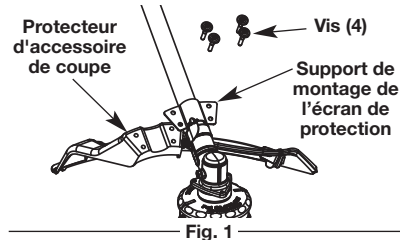

Fig. 1
1. Placez l'écran de protection sur le support de montage de l'écran, en alignant les trous de l'écran de protection avec ceux du support de montage. (Fig. 1)
1. Retirez l'écran de la tête de coupe du corps de l'arbre à l'aide de vis (Fig. 1).
4. Fixez l'écran de la tête de coupe au corps de l'arbre à l'aide de vis (4) (fig. 1).